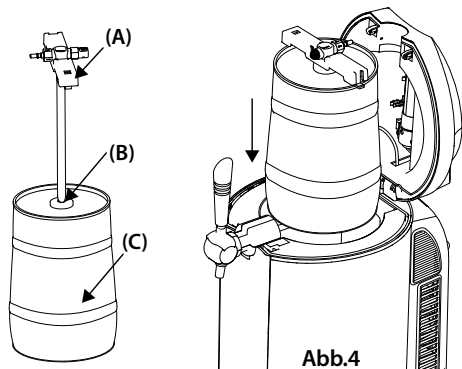

Abb.4
2. Richten Sie das spitz zulaufende Ende, das sich am Ende des Degens (A) befindet gegen die Dichtungskappe (B) in der oberen Mitte des Fasses. Eventuell müssen Sie den Verschluss entfernen oder die Dichtung austauschen (siehe Kapitel „Bierfass Dichtungen“).
3. Stoßen Sie den Degen schnell und senkrecht in das Bierfass (C). Ein Geräusch signalisiert, das Einrasten am Fassrand.
4. Öffnen Sie die Zapfanlage indem Sie die Entriegelung am Deckel drücken und stellen Sie das richtig zusammengesetzte Fass in die Kühlkammer (Abb.4).